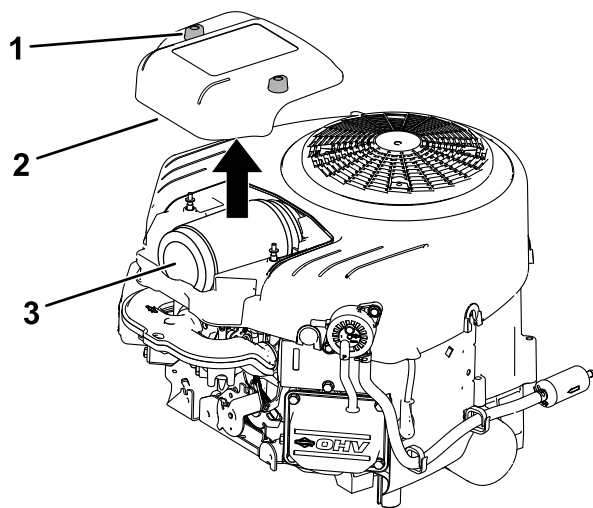

Figura 39
3. Instale la tapa y apriete las fijaciones (Figura 39).